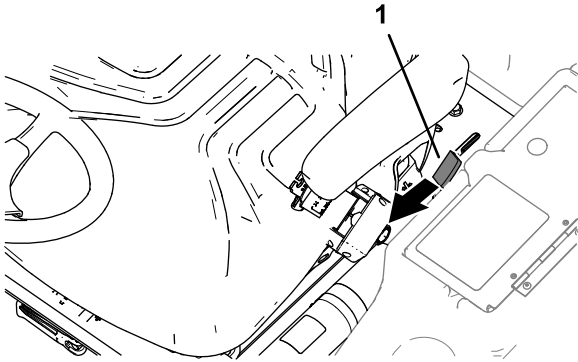

Bild 42
1. Bewegen Sie den Sperrriegelgriff der Plattform (Bild 42) zur Vorderseite der Maschine, bis die Sperrhaken die Sperrstange freigegeben.